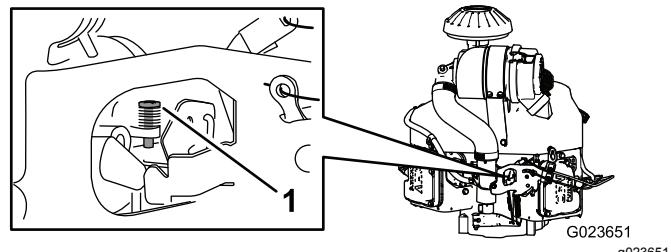

Figura 67
- Ajuste el tornillo de tope del carburador (Figura 67) hasta que la velocidad de ralentí sea de 1350 a 1550 rpm.